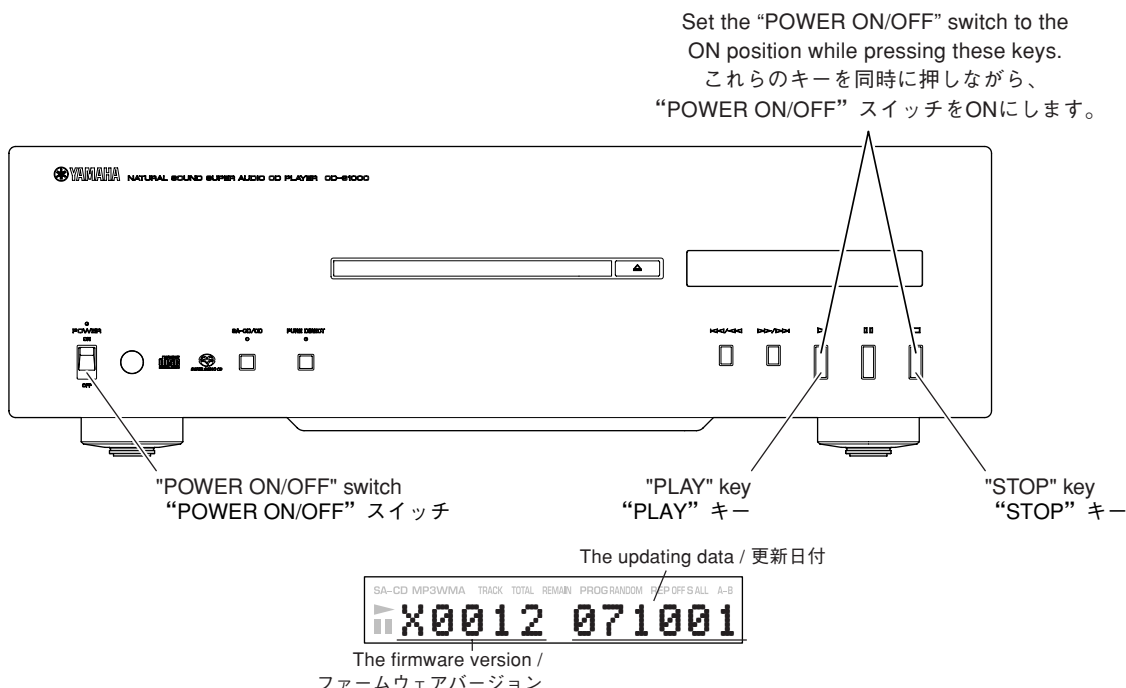

Fig. 6
2. While pressing the "PLAY" and "STOP" keys of this unit, set the "POWER ON/OFF" switch to the ON position. Test mode is activated. (Fig. 6)
2. 本機の"PLAY"キーと"STOP"キーを押しながら、"POWER ON/OFF"スイッチをONにします。(Fig. 6) テストモードが起動します。